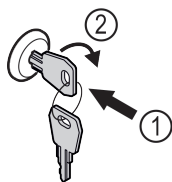

Fig. 185
- Sleutel erin duwen. Fig. 185 (1)
- Sleutel 90° rechtsom draaien. Fig. 185 (2)